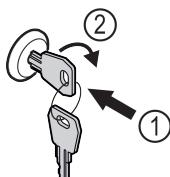

Fig. 159
- Πιέστε μέσα το κλειδί. Fig. 159 (1)
- Περιστρέψτε το κλειδί 90° δεξιόστροφα. Fig. 159 (2)